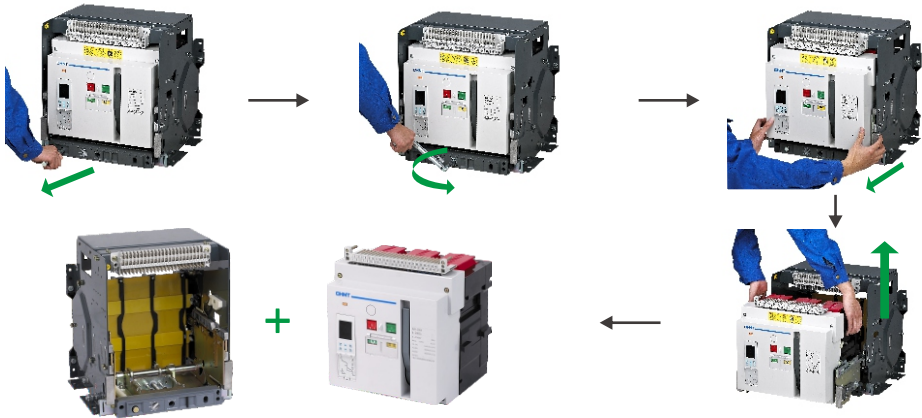

图22 取出断路器本体操作
7.2.1 将断路器本体从抽屉座中取出(图22)：抽出手柄；并将手柄六角头完全插入抽屉座手柄孔内，逆时针转动手柄，将断路器本体从“连接”位置移动至“分离”位置；将手柄拔出后，按图示拉出断路器本体(NA1—1000X型先按下按钮)，本体向外拉出，注意拉出断路器本体时，由于重心前移，要注意防止断路器倾倒及跌落；将断路器本体从抽屉内取出，然后将抽出导轨推回原处。